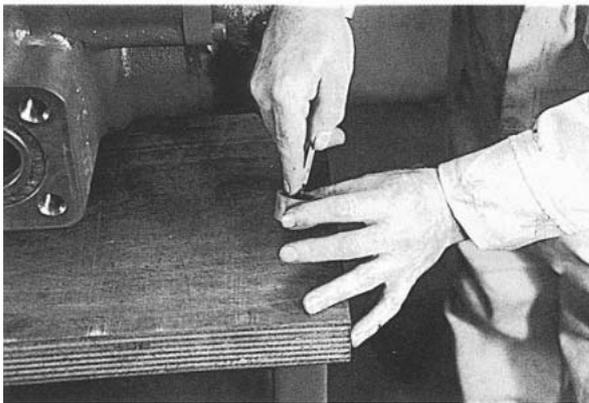

Рис. 145
32. Используйте Loctite 243, чтобы закрутить в крышке каждый из 6 шлицевых установочных винтов. (Рис. 145)